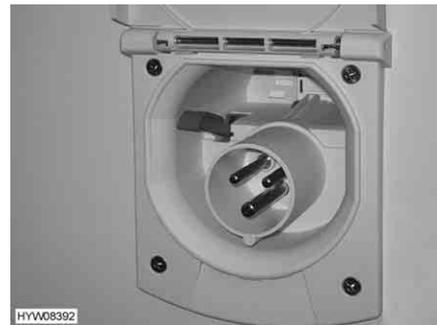

Fig. 126 Raccordement 230 V sur le véhicule
- Ouvrir le recouvrement du raccordement 230 V sur le véhicule (Fig. 126) et brancher le connecteur à fiche. Veiller à ce que le tenon d'enclenchement du couvercle rabattable tendu par un ressort soit enclenché.